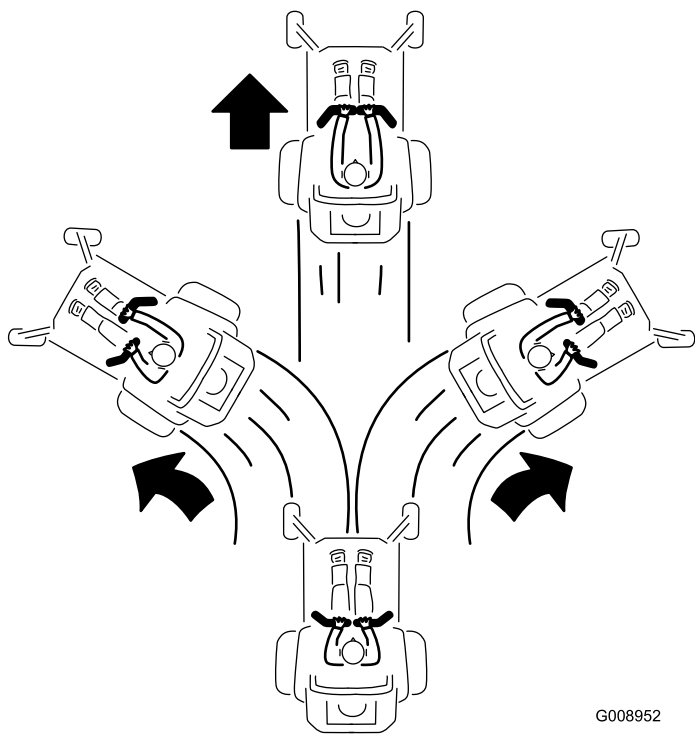

Figura 27
3. Pentru a vă deplasa în față, împingeți ușor manetele de control al micării în față (Figura 27).